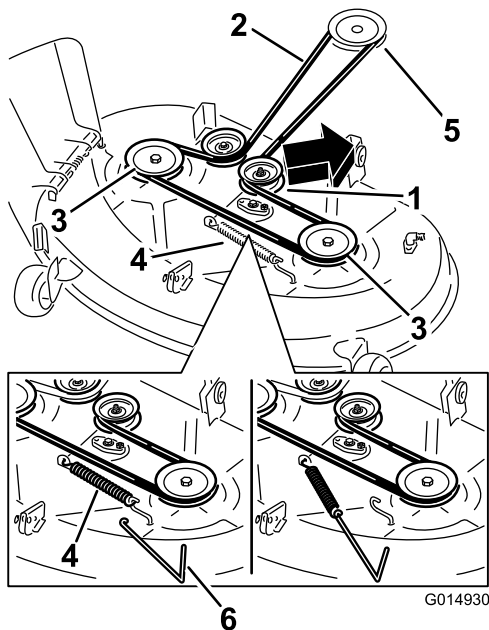
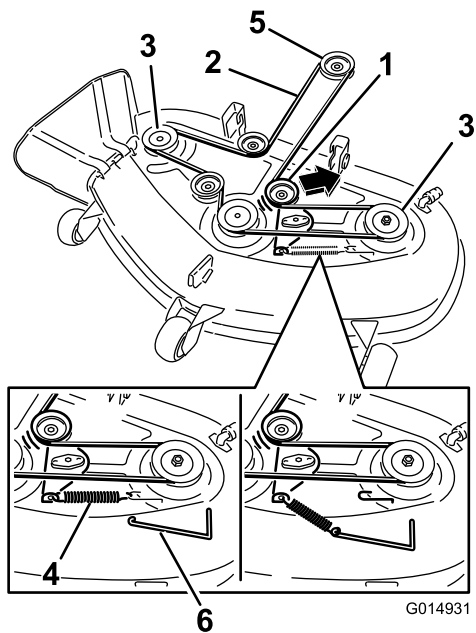

Figure 56
Figure 57
5. À l'aide d'un outil de dépose de ressort (réf. Toro 92-5771), décrochez le ressort du crochet sur le tablier pour détendre la poulie de tension et déchaussez la courroie des poulies (Figure 56 et Figure 57).
6. Acheminez la courroie neuve autour de la poulie du moteur et des poulies du tablier de coupe (Figure 57).
7. À l'aide d'un outil de dépose de ressort, accrochez le ressort au crochet situé sur le tablier pour tendre la poulie de tension et la courroie du tablier de coupe (Figure 56 et Figure 57).